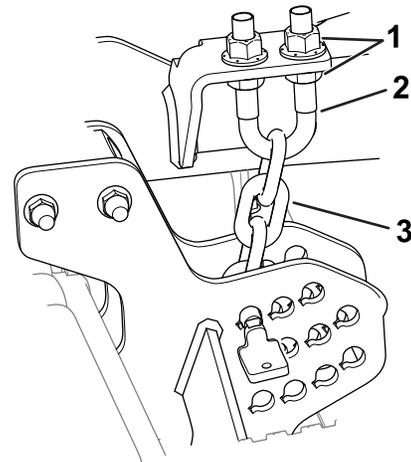

Bild 6
7. Lösen Sie die unteren Klemmmuttern am U-Bügel der Schnitthöhenkette (Bild 6).
8. Stellen Sie die Muttern (Bild 6) ein, um das Heck der Schneideinheit anzuheben oder abzusenken, damit die Spitzen der hinteren Messer 6 mm bis 10 mm höher als die Spitzen vorne sind.